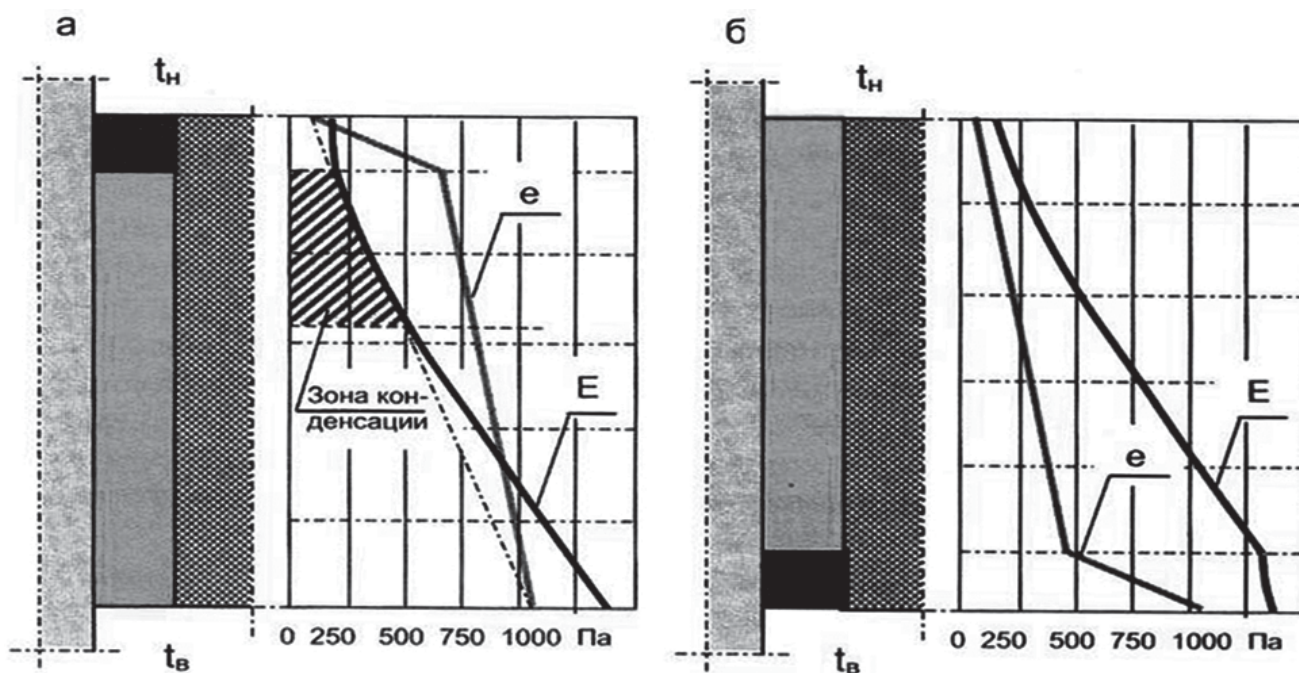

Рисунок 3.
- ❑ Монтажный шов нельзя переворачивать «с ног на голову» (см. рисунок 3), т.е. делать его